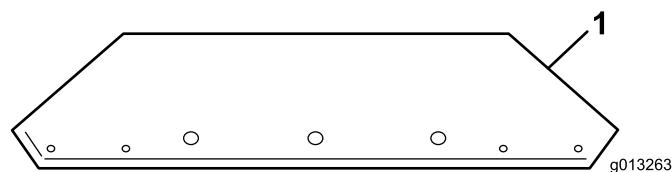
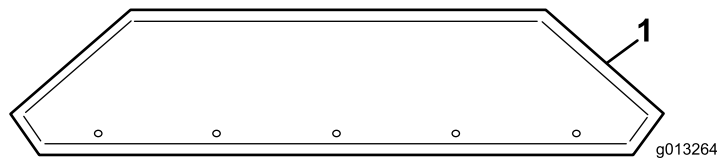

Figure 10
Figure 11
1. Sortez les rallonges de la benne de la caisse d'expédition et identifiez l'avant et l'arrière (Figure 10 et Figure 11).